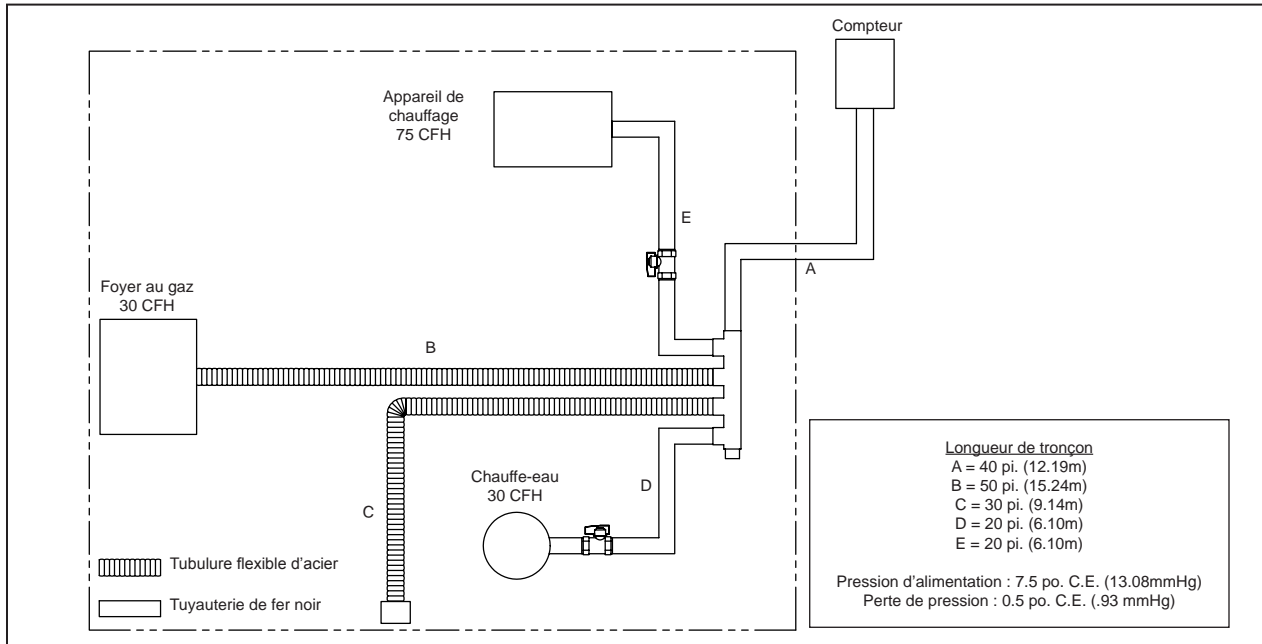

FIG. 3-6 BLACK IRON PIPE AND CSST SYSTEMS
1. Lorsqu'on ajoute la tubulure Diamondback™ à un système existant en tuyauterie de fer noir, utilisez la méthode du plus long tronçon décrite précédemment dans le présent chapitre. Dans la **FIG. 3-6**, la résidence possède une tuyauterie d'alimentation de gaz en fer noir de 1 po. (25). La pression d'alimentation est de 7 po. C.E. (13.08 mmHg) avec une perte acceptable de 0.5 po. C.E. (.93 mmHg).
2. Pour calibrer la **Section A** : Déterminez la charge résidentielle totale (170 CFH) et le plus long tronçon, 90 pieds (27.43m). Le **Tableau N-7 (Page 48)** indique que la tuyauterie de fer de 1 po. (25) possède une capacité de charge de 205 CFH à 90 pieds (27.43m). La tuyauterie de 1 pouce (25) (Section A) peut s'accomoder de cette charge.
3. Pour calibrer la **Section B** : Déterminez la charge de du foyer au gaz (30 CFH) et la longueur du tronçon de 90 pieds (27.43m). Le **Tableau N-1 (Page 45)** indique que le diamètre approprié de tubulure Diamondback™ est de ½ po. (13).
4. Pour calibrer la **Section C** : Déterminez la charge du connecteur rapide (35 CFH) et la longueur du tronçon, 70 pieds (21.34m). Le **Tableau N-1** indique que le diamètre approprié de tubulure Diamondback™ est de ½ po. (13).